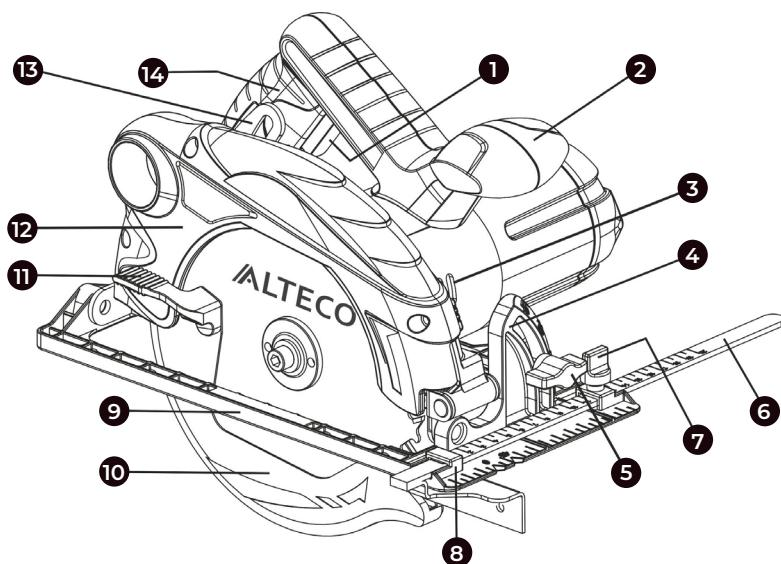
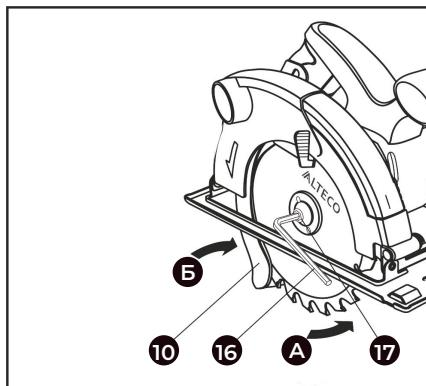

Рис. 1
Рис. 2
- Ослабьте фиксатор параллельного упора (7) (рис.1, рис.2), вставьте параллельный упор сквозь паз (8) в паз фиксатора, установите необходимую ширину пропила, затяните фиксатор (7).